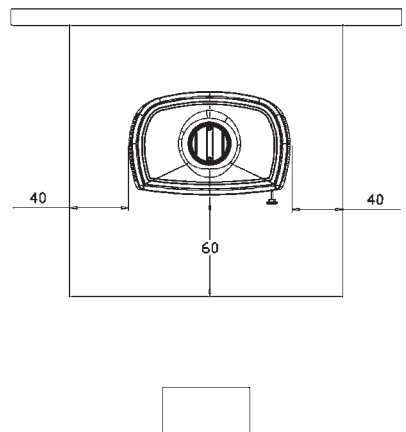

Bild 4B
c) falls das Produkt auf einer entflammaren Fläche installiert wird, muss eine nichtentflammare Fläche dazwischengeschoben werden, z.B. eine Fläche aus Stahl. Solch eine Fläche muss auf der vorderen Seite mindestens 60 cm vorragen und seitlich zusätzliche 40cm, den zusätzlichen Raum zur Öffnung der vorderen Tür in Betracht ziehend (Bild 4B).